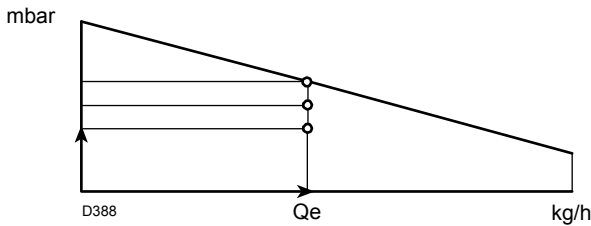

Fig. 4
- 3 Repérer dans la plage de puissance du brûleur, (Fig. 4), le point de fonctionnement donné par:
- 4 Tracer une verticale à partir du point A, (Fig. 4), et trouver la pression max H2 de la plage de puissance.
Si H3 est supérieure à H1, comme dans la (Fig. 4), le brûleur peut fournir le débit demandé.